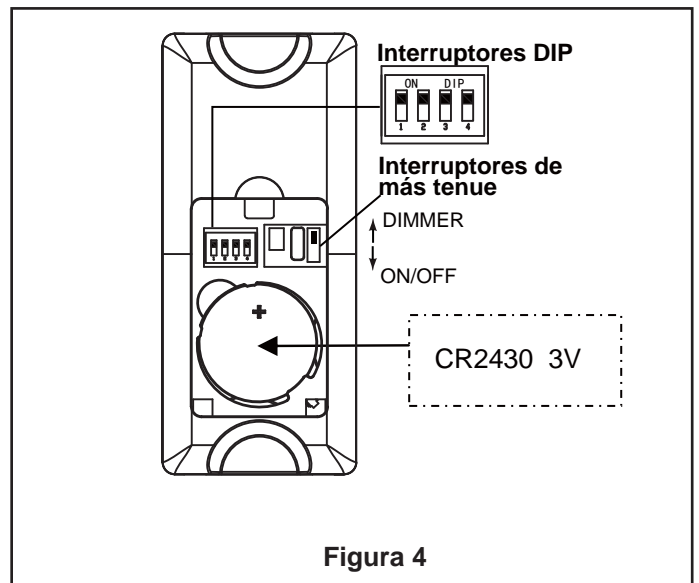

Figura 4
4. Proceso de emparejamiento del Receptor y Transmisor: (Figura 4)
– El receptor y el transmisor que lo acompaña están emparejados de fábrica. Si sustituye el transmisor o el receptor, debe seguir el siguiente proceso antes de poder usar la unidad. El receptor fanSync puede emparejarse con hasta (5) transmisores.
– Tras la instalación de la unidad del receptor, configure el código deseado del transmisor moviendo los interruptores DIP (ubicados debajo de la carcasa de la batería) arriba o abajo para colocarlos en la posición deseada. Cuando el código haya sido configurado, desconecte y vuelva a conectar el ventilador a la fuente de alimentación y mantenga pulsado el botón de apagado del ventilador (☐) durante 1 – 3 segundos. El ventilador se apagará. Vuélvalo a encender a velocidad media para indicar que el proceso de emparejamiento se ha completado. Tenga en cuenta que debe pulsar el botón de apagado (☐) en un rango de 30 segundos de desconectar el ventilador. No es necesario volver a emparejar el ventilador tras sustituir las pilas. Cada receptor fanSync puede emparejarse con cinco (5) transmisores diferentes (con diferentes códigos de interruptor DIP).